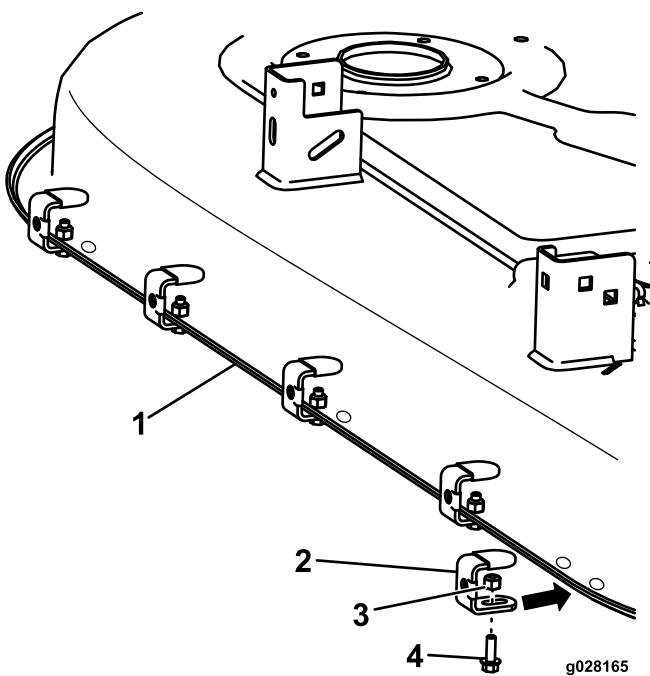

Figura 2
3. Instale los soportes ensamblados en los taladros indicados en Figura 2 usando los 5 pernos (1/4 x 3/4 pulgada) y cinco contratuerca (1/4 pulgada). Sujete el tapón de goma del soporte contra la parte trasera de la carcasa y apriételo. Utilice el taladro izquierdo para el soporte central. Utilice los taladros exteriores para los soportes exteriores.